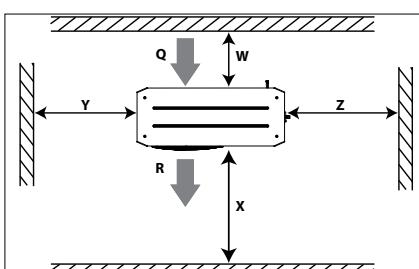

Figura 1: Distanțe minime de montare
- Asigurați spațiu adekvat în jurul grupului pentru circulația aerului și deschiderea ușilor. Consultați figura 1 pentru valori minime ale distanței până la peretei.